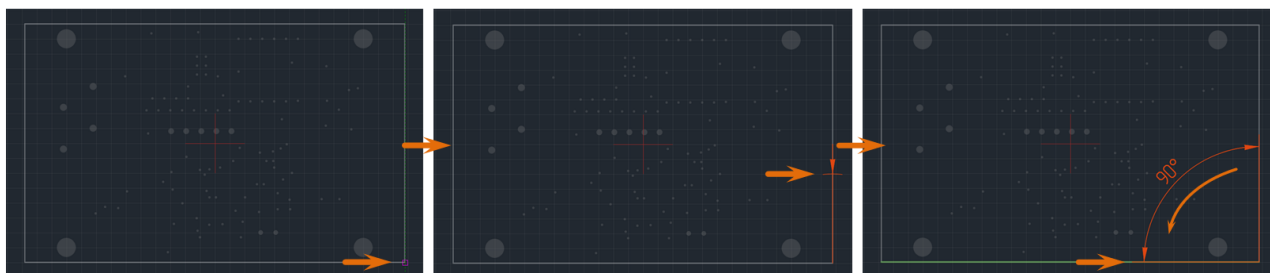

Рис. 292 Размещение угловой размерной линии
4. Определите положение первой выносной линии, переместите курсор, определяя положение второй выносной линии, см. Рис. 292. Установите длину и направление выносных линий, перемещая курсор. Возможный вид размерной линии будет отображаться на экране.